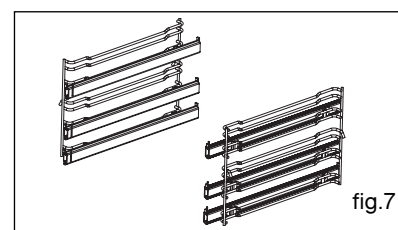

fig.7
• Holder til varme plader fra ovnen (fig.7)